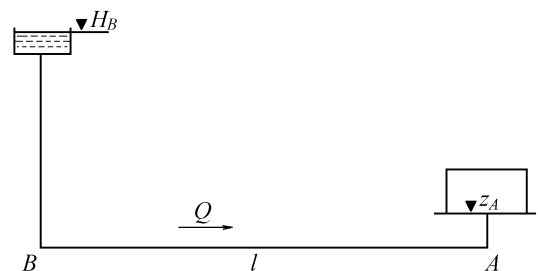

Рис. 2
- Определить диаметр трубопровода для подачи 15 л/с воды от водонапорной башни B до предприятия A (рис. 2) при длине трубопровода $l = 1000$ м, отметке уровня воды в башне $H_B = 32$ м, геодезической отметке в конце трубопровода $z_A = 2$ м и свободном напоре $H_{св} \geq 12$ м, если трубы:
Перепад уровней в пьезометрах до сужения ($D_1 = 0,1 \text{ м}$) и в узкой горловине ($D_2 = 0,05 \text{ м}$) в трубе круглого сечения, в которой установлен водомер Вентури, составляет $0,4 \text{ м}$. Ускорение свободного падения принять равным 10 м/с^2 , $\pi = 3,14$. При входе в узкую горловину водомера, приведенного на рис. 2,
Перепад уровней в пьезометрах до сужения ($D_1 = 0,1 \text{ м}$) и в узкой горловине ($D_2 = 0,05 \text{ м}$) в трубе круглого сечения, в которой установлен водомер Вентури, составляет $0,4 \text{ м}$. Ускорение свободного падения принять равным 10 м/с^2 , $\pi = 3,14$. На рис. 2 постепенное расширение называется...